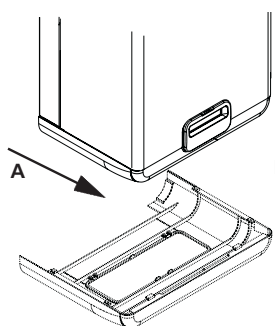

Fig. 3.3a
- sfilare la copertura dalla sua sede tirandola verso di sé (A) (fig. 3.3a)